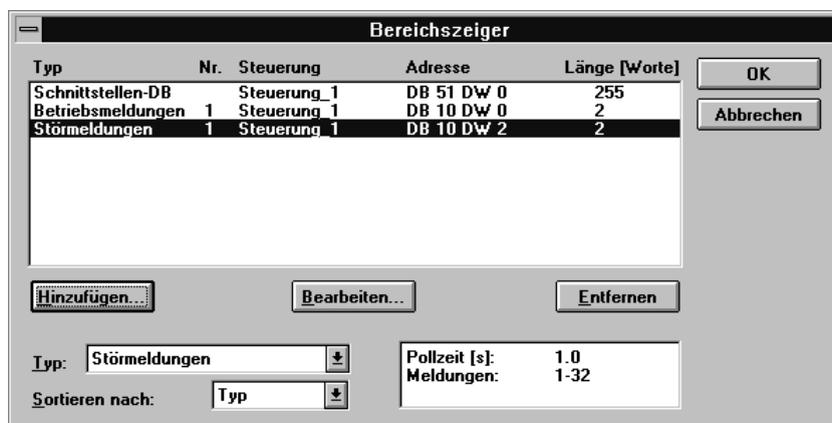

Bild 8-6 Dialogbox Bereichszeiger
1. Wählen Sie den Menüpunkt *Zielsystem* → *Bereichszeiger* an, um den Störmeldebereich einzurichten. Die Dialogbox *Bereichszeiger* wird geöffnet (Bild 8-6).